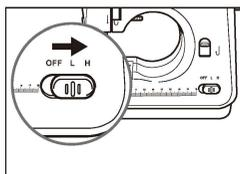

Fig. 9
6. Deslice el interruptor de encendido a la posición de velocidad baja o alta y la máquina comenzará a coser automáticamente. Recomendamos la velocidad baja para principiantes (Fig. 9).